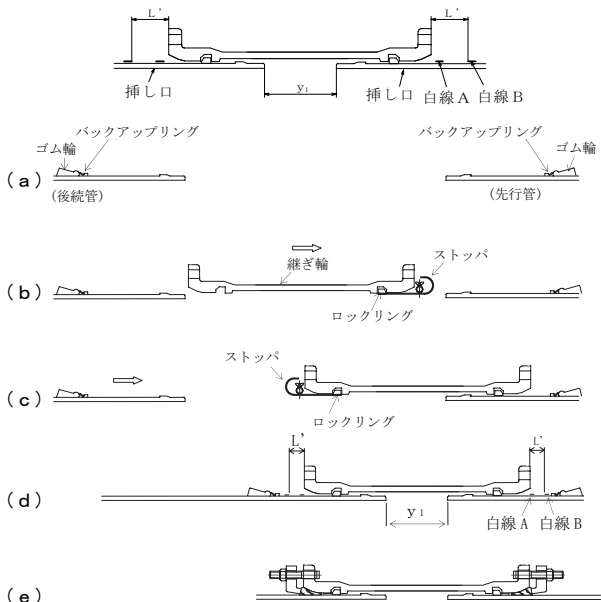

図 41 継ぎ輪の施工手順（一方から順次配管していく場合）
- (1) 先行管（先に布設した管）の挿し口と後続管（先行管と接続する管）の挿し口にゴム輪、バックアップリングをセットする（図 41 (a) 参照）。
- (2) 継ぎ輪の先行管側受口のロックリングを拡大し、ストoppaをセットした後、継ぎ輪を先行管に預け入れ、ストoppaを引き抜く（図 41 (b) 参照）。
- (3) 継ぎ輪の後続管側受口のロックリングを拡大し、ストoppaをセットした後、後続管を継ぎ輪に預け入れ、ストoppaを引き抜く（図 41 (c) 参照）。
- (4) 挿し口白線 B と受口端面の間隔を表 9 の L' に合わせ継ぎ輪の位置を決める（図 41 (d) 参照）。
- (5) 押輪、ゴム輪、バックアップリング、ボルト・ナットを直管と同じ要領で接合する（図 41 (e) 参照）。